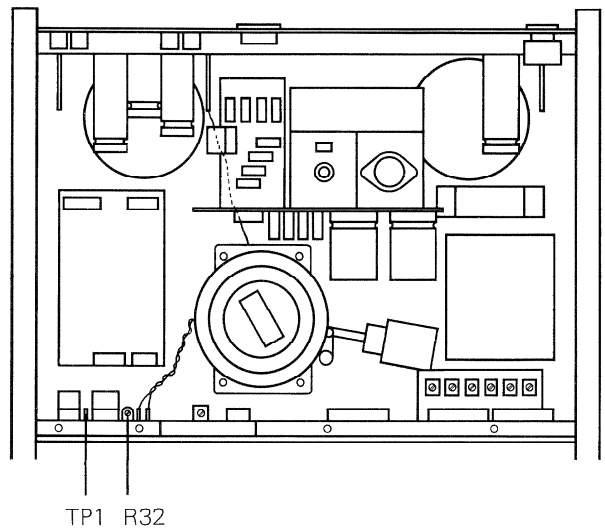

Fig. 5.2.-1
- Ein Universalinstrument (min. 20 000 Ohm/V DC) an TP1 auf der Capstansteuerung 1.067.235 anschliessen (Fig. 5.2.-1).
- Connect a multimeter (min. 20 000 ohm/V DC) to TP1 on capstan control unit 1.067.235 (fig. 5.2.-1).